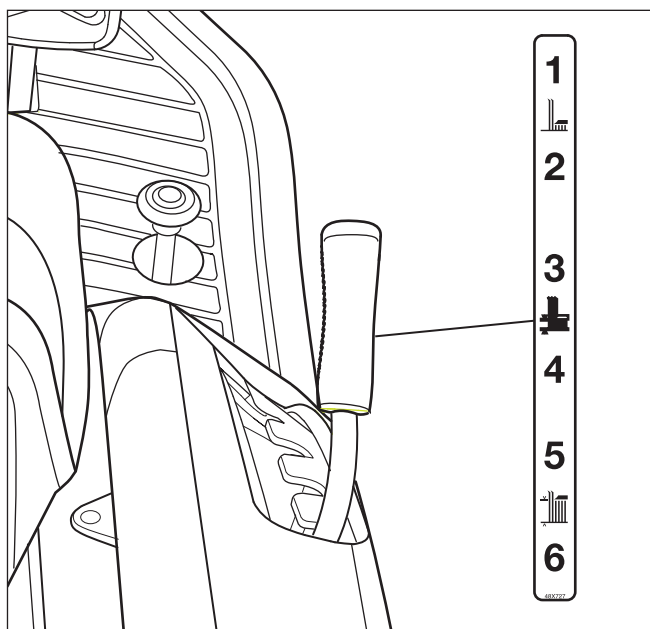

Figura 16
1. Mueva la palanca elevadora hacia delante para bajar la plataforma del cortacésped y hacia atrás para subir la plataforma del cortacésped (consulte la **Figura 16**).
2. Suba la palanca elevadora a la posición más alta (consulte la **Figura 16**).
2. Mueva la palanca elevadora a una altura de posición de corte (consulte la **Figura 16**). En césped alto o grueso, corte el césped en la posición más alta primero y luego baje la plataforma del cortacésped a una posición más baja.